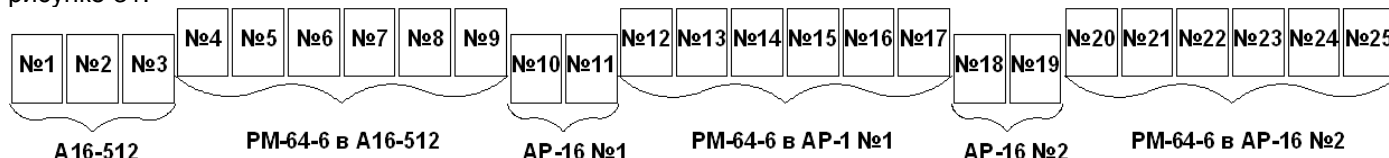

Рисунок 31 – Распределение номеров реле в ППКОП «А16-512» при подключении модулей РМ-64 и АР-16
– реле на модуле РМ-64-6 подключенном к модулю расширения АР-16 (адрес 1) **всегда** будут иметь номера 12, 13, 14, 15, 16, 17 и т.д. в соответствии с выше приведенной схемой, рисунок 31.